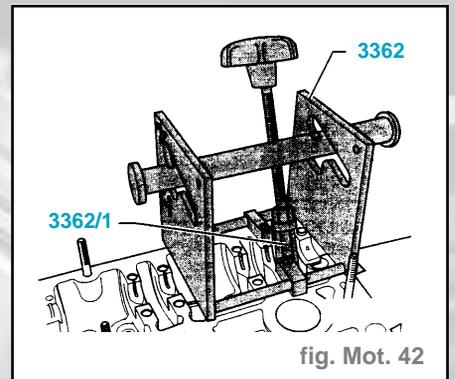

fig. Mot. 42
- Avec les deux vis M6x25, fixer l'enfonce-axe 3362 sur la culasse côté admission (fig. mot. 42).